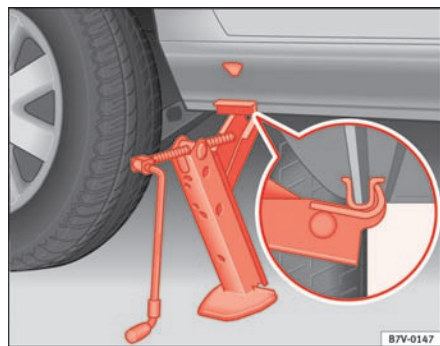

Fig. 161 Donkraft bagest i højre side
4. Ret donkraften ud, og drej den så højt op, at dens griber får fat i den lodrette kant ⇒ fig. 161 (pil) under bilen ⇒ ⚠.
- Donkraftens griber skal få ordentligt fat i den lodrette kant på panelet under bilen, så donkraften ikke skrider, når bilen løftes ⇒ fig. 161.